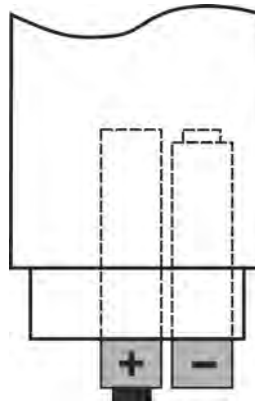

Abb. 8: Batteriefach
2. Ersetzen Sie die Batterien mit neuen, demselben Typ entsprechenden Batterien (siehe § 7.1.1) und achten Sie auf die Polarität (siehe Abb.8)